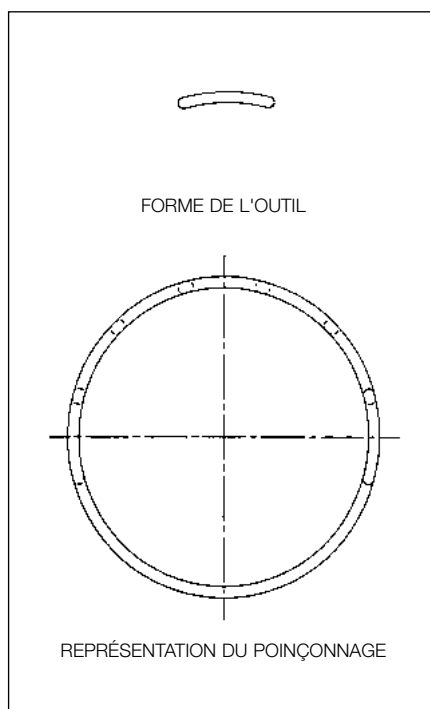

Fig. 2
(Fig. 2)
**Fig. 2:** Conçu pour refendre le diamètre souhaité. Nécessite moins de frappes. Possibilité de garder la débouchure en utilisant le rayon intérieur, ou de réaliser de grands diamètres sur la tôle avec le diamètre extérieur.